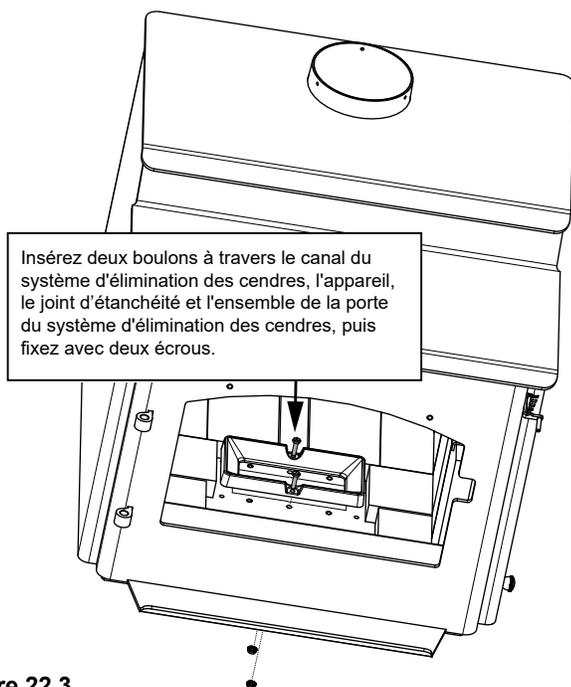

Figure 22.3
11. À l'aide de deux boulon et deux écrous à embase, fixez la rainure de l'ARS avec la clé ouverte 3/8 et la clé à douille 7/16 (**Figure 22.3 on page 22**).
11. À l'aide de 2 boulons et deux écrous à embase, fixez la rainure de l'ARS avec la clé ouverte 3/8 et la clé à douille 7/16 (**Figure 22.3 on page 22**).